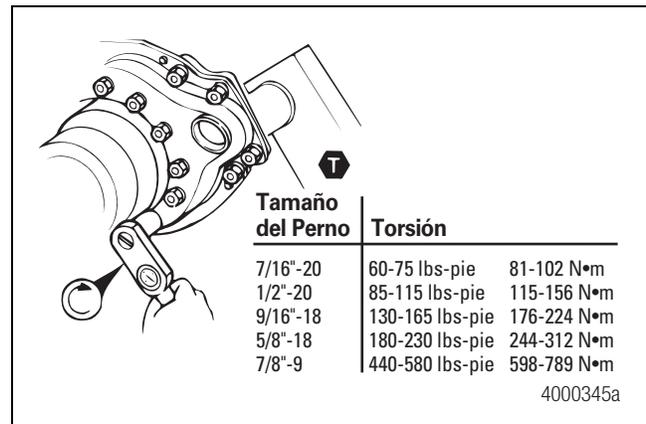

Figura 4.4
1. Apriete todos los pernos de la araña a la torsión correcta. Figura 4.4. ⚠
3. Si el soporte del árbol de levas ha sido desmontado, instale en la araña el sello del soporte de la cámara y el soporte de la cámara. Apriete los tornillos prisioneros a la torsión correcta. Figura 4.4. 🔧